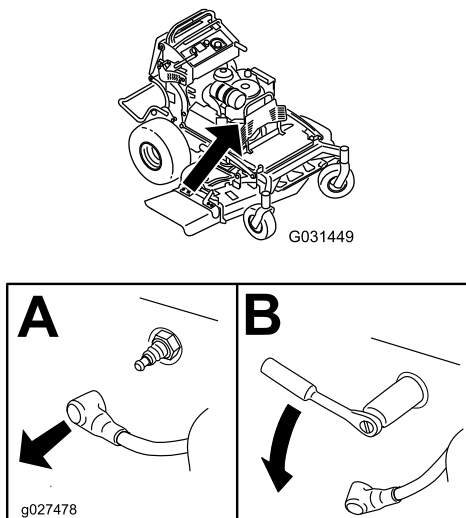

Figura 41
3. Retire as velas, como se mostra na Figura 41.